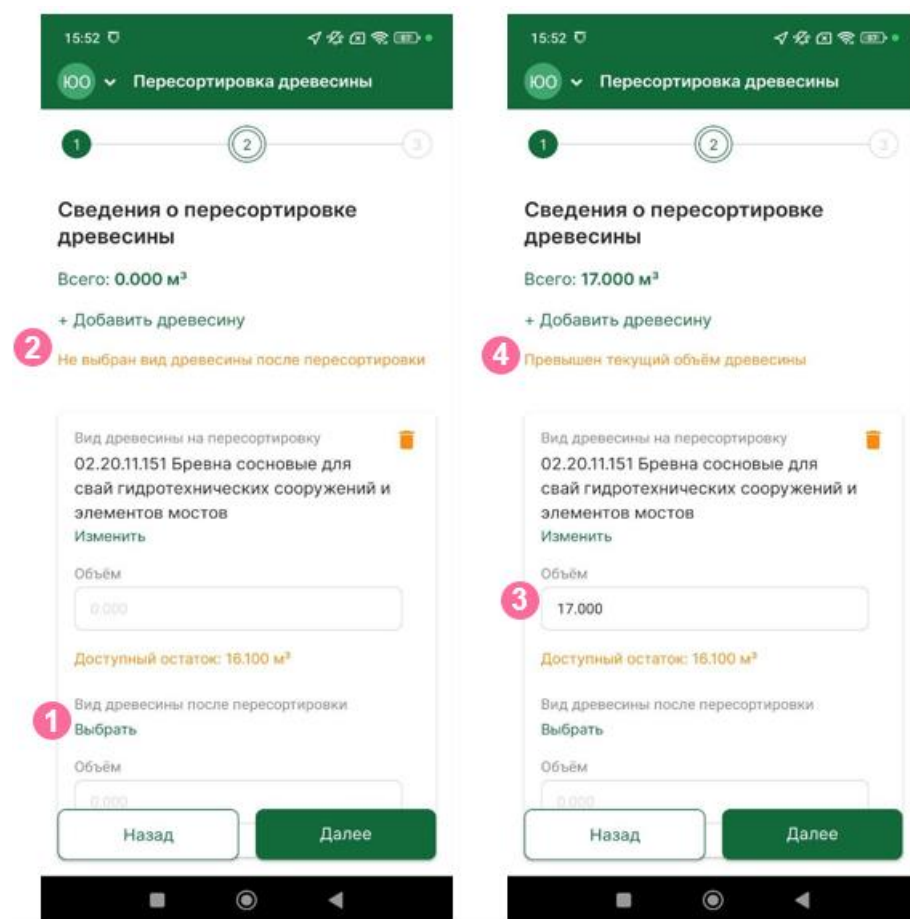

Рисунок 29 – Внесение объемов и предупреждения
- 4 Высветится уведомление «Превышен текущий объем древесины» (рисунок 29).